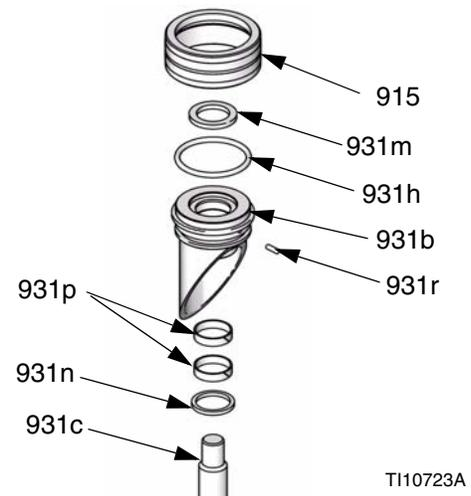

FIG. 37: Cojinete de la biela de S20
3. Destornille la tapa del cilindro (915) y tire del alojamiento de la guía de la barra (931b) fuera de la biela (931c). Vea la FIG. 37.